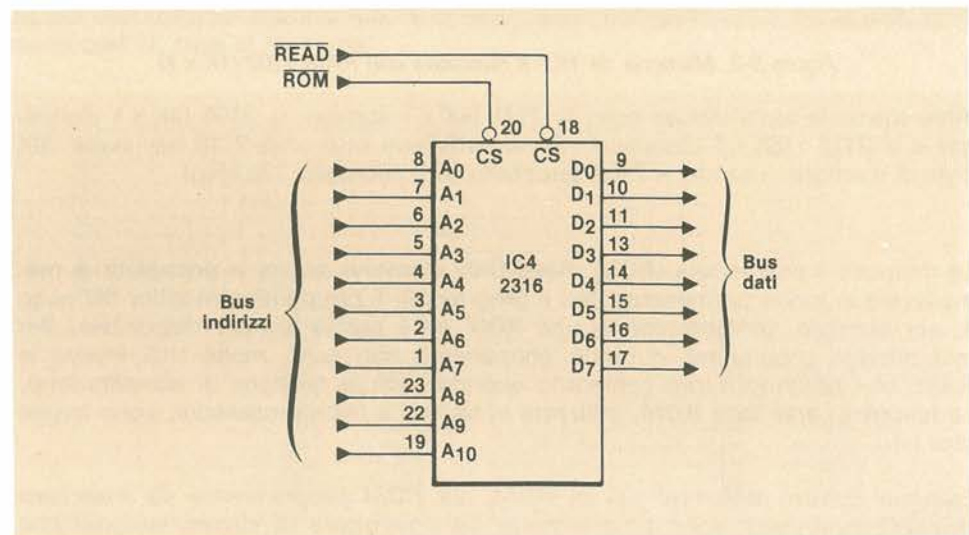

Figura 9-3. Circuito ROM del  $\mu$ Lab
Nel  $\mu$ Lab è presente una ROM 2316E (Figura 9-3). Tale dispositivo contiene 2K byte ed è programmato attraverso una maschera. La ROM pilota il bus dei dati solo se è vero il segnale di selezione ROM e se è in corso un'operazione di lettura. Perché i driver d'uscita a tre stati vengano abilitati, è necessario che siano veri tutti e due i segnali di selezione del chip (CS). Per specificare l'indirizzo sono utilizzate le undici linee di ordine basso del bus degli indirizzi.